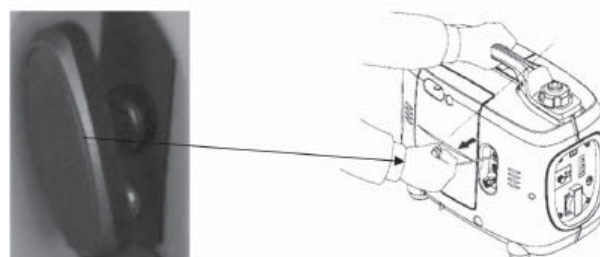

Рис.15
4. Потяните за ручку стартера, пока не почувствуете сопротивление, затем резко дерните за рукоятку (Рис.15)